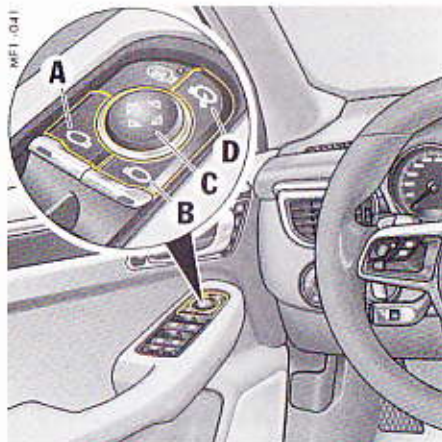

Fig. 247 : Commande des rétroviseurs extérieurs
- ▶ Appuyez sur la touche **D** (Fig. 247 à la page 324).
Lorsque vous mettez le contact, les rétroviseurs extérieurs ne se déploient pas automatiquement si vous les avez auparavant rabattus manuellement à l'aide du commutateur **D** (Fig. 247 à la page 324).